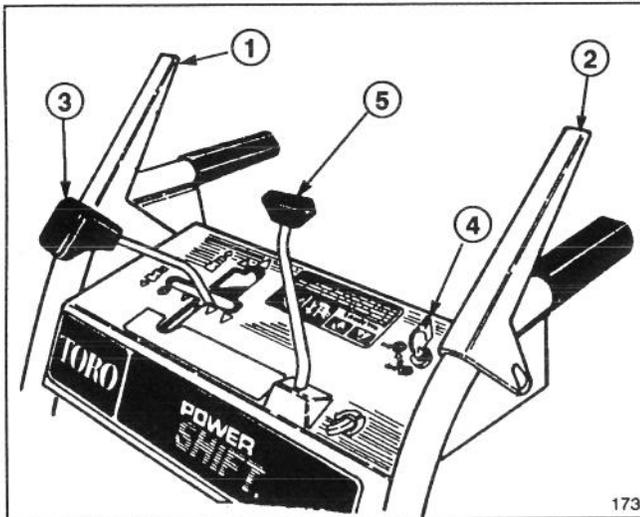

Figure 12
Commande de tarière/roue hélice (fig. 12) — Cette commande peut être réglée sur deux positions : EMBRAYÉE et DÉBRAYÉE. Pour embrayer la tarière et la roue hélice, appuyez le levier contre la poignée droite. Pour débrayer, relâchez le levier.
Commande d'entraînement de traction (fig. 12) — Pour engager le système de traction (entraînement des roues) ou actionner le système Power Shift, la manette doit être pressée à fond contre la poignée du mancheron de gauche. Pour arrêter la traction, relâchez le levier.
Commande de changement de vitesse (fig. 12) — Le sélecteur de vitesse comprend un point mort (neutre) quatre vitesses avant et deux marche arrière, il commande également le mécanisme Power Shift. Pour passer les vitesses, réglez cette commande sur la position désirée.
Verrouillage de la tarière (fig. 12) — Lorsque les commandes de tarière/roue hélice et d'entraînement de traction sont enclenchées, la commande de traction verrouille la commande de tarière/roue hélice en position enfoncée. Il suffit de relâcher la première pour désenclencher la seconde.
Commande de goulotte d'éjection (fig. 12) — Faites tourner la commande de goulotte d'éjection dans le sens horaire afin d'orienter la goulotte vers la droite et dans le sens inverse pour l'incliner de l'autre côté.
Contacteur d'allumage (fig. 12) — Le contacteur se règle sur deux positions CONTACT MIS et CONTACT COUPÉ. Tournez la clé sur CONTACT MIS avant de faire démarrer le moteur et sur CONTACT COUPÉ pour arrêter celui-ci.
1. Réglez la commande de changement de vitesse au point mort (N) et la commande des gaz en position "rapide" (FAST) (fig. 12).
5. Mettez le contact (Fig. 12).
1. Relâchez les commandes d'entraînement de tarière/roue hélice et de traction (fig. 12).